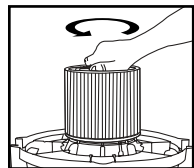

FIGURE 20
25. Pour enlever le filtre afin de le nettoyer, maintenez à nouveau le couvercle du réservoir et tournez le porte-filtre dans le sens antihoraire pour le desserrer et l'enlever. **FIGURE 20.**